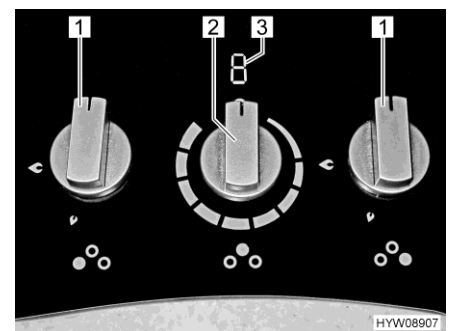

Bild 191 Bedienelemente (Gaskocher mit Induktionskochfeld)
- Drehregler (Bild 191,1) der gewünschten Brennstelle auf Zündposition (große Flamme) drehen.
- Drehregler (Bild 191,1) auf 0-Stellung drehen. Die Flamme erlischt.
- Drehregler (Bild 191,2) des Induktionskochfelds auf gewünschte Einstellung drehen. Die Anzeige (Bild 191,3) zeigt den eingestellten Wert an.
- Drehregler (Bild 191,2) des Induktionskochfelds auf 0-Stellung drehen. Die Anzeige (Bild 191,3) erlischt. Solange die Temperatur des Induktionskochfelds nach dem Ausschalten mehr als 60 °C beträgt, zeigt die Anzeige "H" an (Restwärmeanzeige).
Am Induktionskochfeld werden folgende Informationen angezeigt (Bild 191,3):